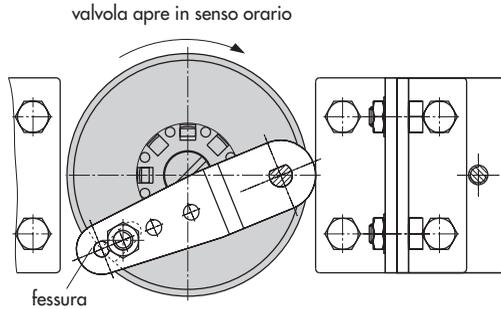

Fig. 8 - Montaggio su attuatori rotativi
1. Disporre il blocco di trasmissione (3) sull'alberino scanalato dell'attuatore o sull'elemento distanziatore (5).
2. Inserire il disco di accoppiamento (4) con il lato piatto verso l'attuatore sul blocco (3). Vedere Fig. 8 per allineare la fessura affinché corrisponda alla direzione di rotazione quando la valvola è in chiusura.
5. Montare la piastra di fissaggio (6) o il supporto (7) con i manometri, con attenzione a entrambi gli O-ring. Per il montaggio del posizionatore su
6. Svitare il perno di trasmissione standard (2) dalla leva **M** (1) del posizionatore. Usare il perno metallico (Ø5) incluso nel kit di montaggio ed avvitarlo bene nel foro per posizione perno **90°**.
7. Disporre il posizionatore sulle staffe superiori (10) e avvitare bene. Considerando la direzione di rotazione dell'attuatore, regolare la leva (1) in modo che si agganci nella fessura del disco (4) con il suo perno (vedi Fig. 8). Assicurarsi che la leva (1) sia parallela al lato lungo quando l'attuatore è a metà del suo angolo di rotazione.